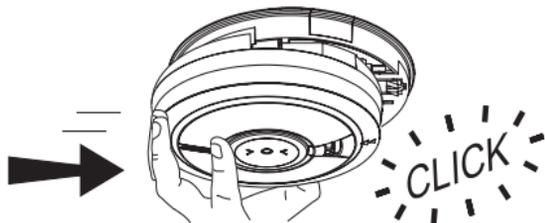

Abb.8
8. Halten Sie den Test-/Stummschaltknopf für 10 Sekunden gedrückt (siehe Abb. 8). Der Summer ertönt. Prüfen Sie, ob alle vernetzten Warmmelder während dieser Zeit auch einen Ton ausgeben. Beim Drücken des Testknopfes ertönt der eingebaute Summer, der nach Loslassen des Knopfes sofort wieder verstummt, wobei alle vernetzten Warmmelder dann weiterhin in der Ferne hörbar sind, da sie weitere 3 Sekunden einen Ton ausgeben.